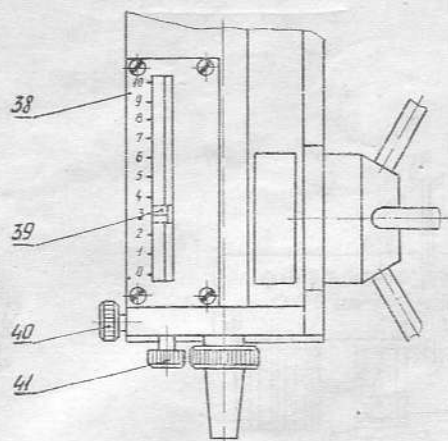

Рис. 13.
2. 3. 1. На рис. 13 изображена шкала перемещения шпинделя. При сверлении отверстий на заданную глубину можно пользоваться упором. Поворотом штурвала следует довести сверло до поверхности обрабатываемого изделия и засверлить на глубину конусной заточки сверла. Затем освободить фиксатор 40 и поворотом гайки 41 установить указатель 39 в положение «0». Повернув гайку 41, установить заданную глубину сверления и законтировать фиксатор 40.